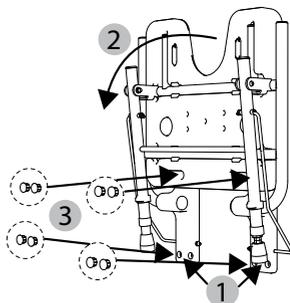

Abb. 2
3. Die Wandplatte entsprechend der Bohrlöcher positionieren (Abb. 2, 1). Schrauben nur anziehen, so dass die Wandplatten noch beweglich ist. Die Wandplatten mit der Wasserwaage ausrichten und die Schrauben festziehen.
4. Den Duschklapsitz aufklappen (Abb. 2, 2).
6. Abschließend werden die Abdeckkappen (8 Stk.) (Abb. 2, 3) in die Öffnung der Wandbefestigung gesteckt.